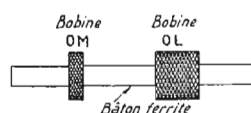

FIG. 3.
ment. En (B) un radiorécepteur AM-FM avec antenne télescopique incorporée servant en FM et aussi en AM toutes ondes ou seulement en AM-OC, les OM et OL étant reçues sur cadre ferrite intérieur. En (C), on voit un récepteur AM-FM à deux antennes. Les récepteurs (B) et (C) peuvent comporter aussi deux entrées AM et FM par les câbles coax. 6 et coax. 7 du système séparateur (A). La figure 3 donne l'aspect d'un cadre ferrite.